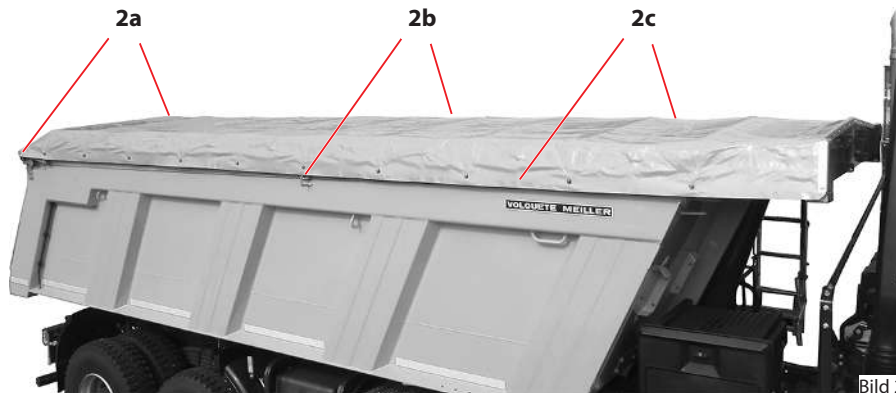

Bild 2
Sicherungspunkte Übersicht (Bild 2)
- Bei Hinterkipper/Dreiseitenkipper/Bibenne/Tribenne/Zentralachsanhänger sind die Sicherungspunkte 2a und 2b zu sichern (Bild 2)
- Beim Kippsattelanhänger sind die Sicherungspunkte 2a, 2b und 2c zu sichern (Bild 2)